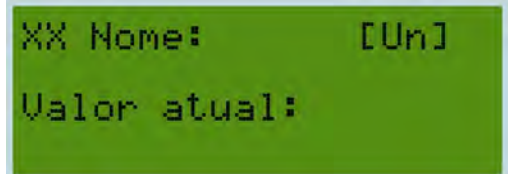

Figura 19: Pantalla de visualización de ajustes.
- A partir de cualquier pantalla de lectura de mediciones, presionar la tecla "Selec" una vez, el primer parámetro pasible de ajuste será presentado en la pantalla de configuración (figura 19) así como su valor actual: